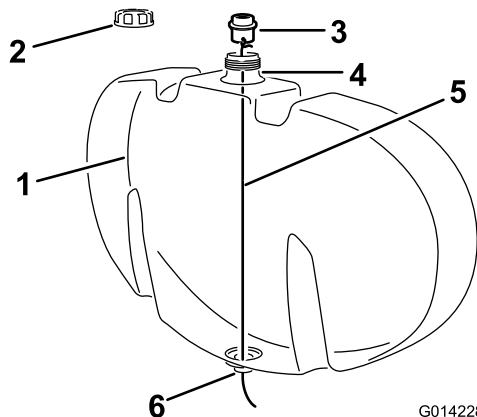

**Figura 5**
- A. Instale una junta transparente en el pasamuros, según se muestra en Figura 5.
- B. Conecte un trozo de alambre de unos 120 cm de largo a través de uno de los orificios de la horquilla de retención del pasamuros, como se muestra en la Figura 5.
- D. Baje el alambre por el orificio de llenado y páselo por el orificio abierto de la parte inferior del depósito (Figura 5 y Figura 6).